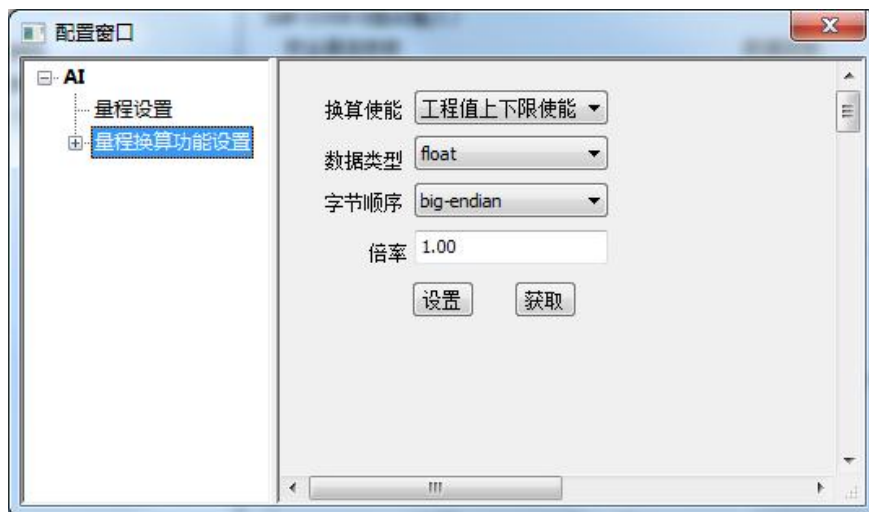

图 9
(2) 选择量程换算功能设置如图 9，打开“工程值上下限使能”，根据传输数据的大小选择“数据类型”，例程中传输的最大数值为 100，选择浮点数显示输出，选则 float 类型（数据大小和类型见表 4），“字节顺序”，是调整传输数据的大小端类型（没有要求默认大端模式），“倍率系数”可调整传输数据的输出倍率，方便用户数据灵活转换（例：整型数据传输，但需要 2 位小数，可将倍率系数设为 100，数据传输出后再将数据除 100 进行处理，float 类型同理）。